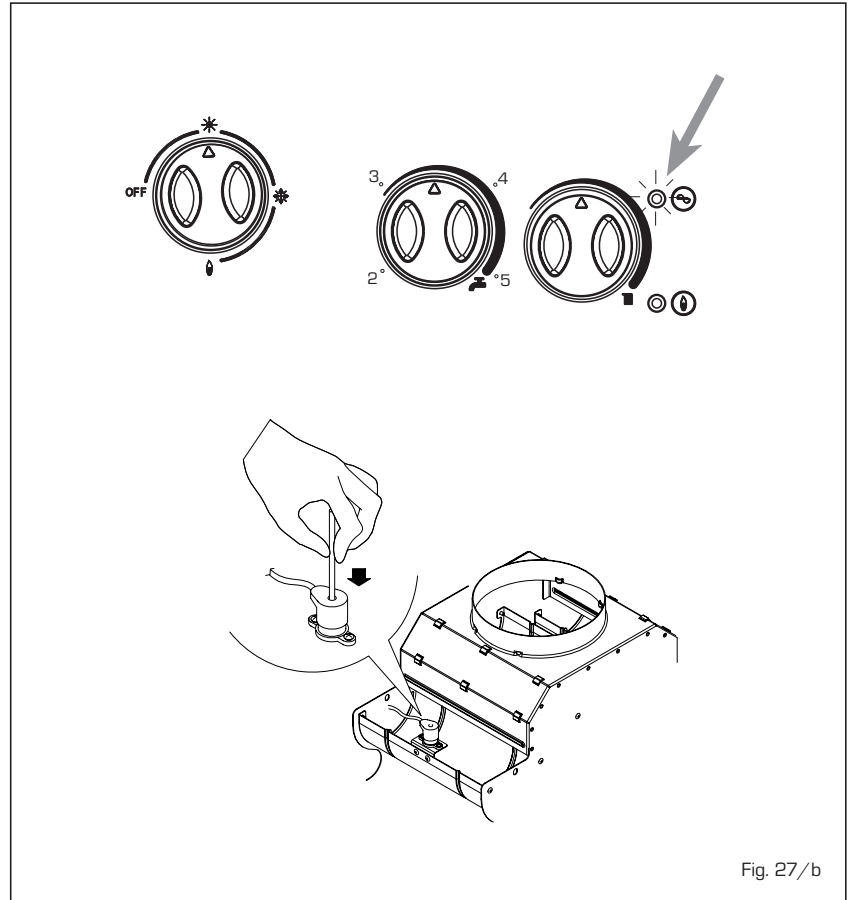

Fig. 27/b
### - Bloqueo del encendido/intervención termóstato de seguridad (fig. 27)
### - Restablecimiento presión instalación de calefacción (fig. 27/a)
### - Otras anomalías (fig. 27/b)
- En el caso que se encienda la luz indicadora anaranjada intermitente (insuficiente presión de agua), restablezca el funcionamiento a través del grifo de carga (fig. 27/a). Si nuevamente se verifica el encendido de la luz indicadora, desactive la caldera y requiera la intervención del Servicio Técnico Autorizado.